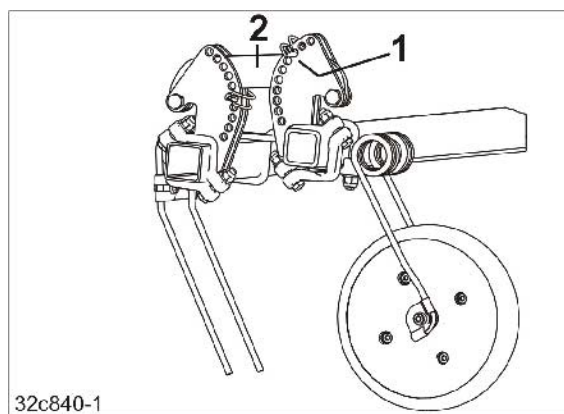

図 176
1. ハロータインの耕深設定は、すべてのセグメントで同じボアにチューブ状のリンチピン (図 176/1) をハンドルバーの上側 (図 176/2) に差し込むことによって行います。